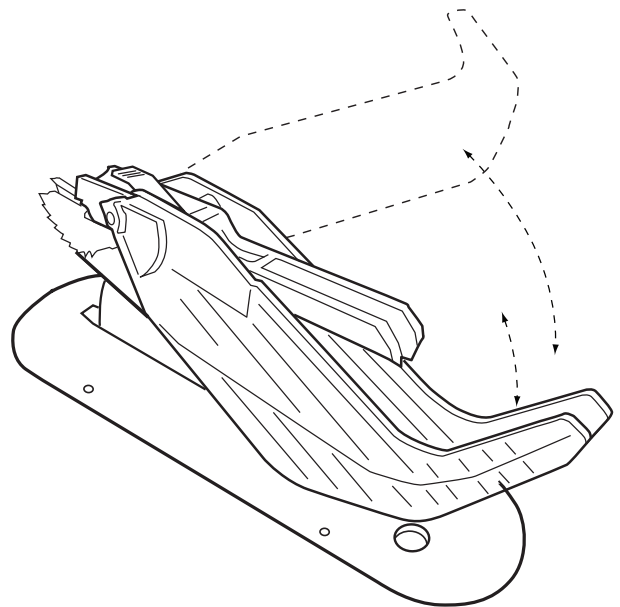

FIGURE 19
1. Reportez-vous à la Figure 19 et, en soulevant le protège-lame par l'avant, soulevez l'écran de protection jusqu'à ce qu'il s'enclenche en position verrouillée au-dessus de la table. Vous pouvez soulever l'un ou les deux écrans de protection.